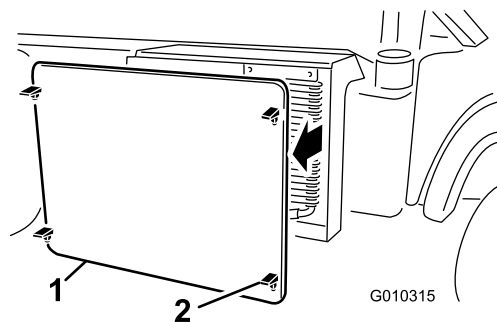

図 59
2. ラジエタースクリーンのラッチを外して、ラジエター前面から外す 図 59。